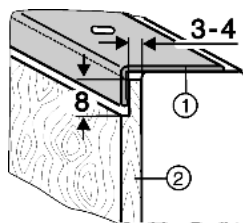

Fig. 10
- ▶ Pour les panneaux décor Fig. 10 (2) plus épais, réduire leur épaisseur à 4 mm maximum comme l'indique l'illustration.